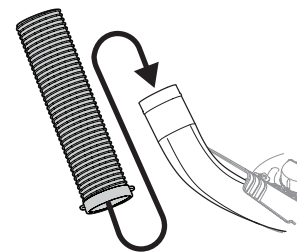

Figura 22
3. Levante por las manijas que están en la parte inferior de la manguera. Deslice la manguera sobre el maletero montado en la plataforma de corte, como se ilustra en la Figura 22.